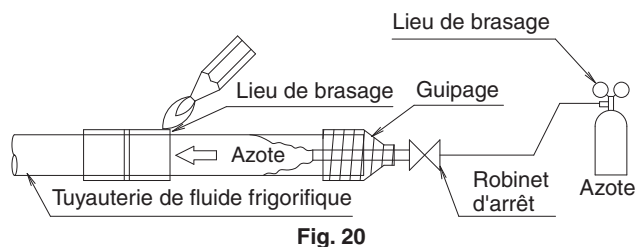

Fig. 20
- * Avant de braser la tuyauterie de fluide frigorigène, faites passer l'azote dans la tuyauterie de fluide frigorigène et remplacez l'air par l'azote. Puis, effectuez le brasage (REMARQUE 2). (Reportez-vous à la Fig. 20) Après avoir terminé tous les travaux de brasage, installez les raccords évasés avec l'unité intérieure.